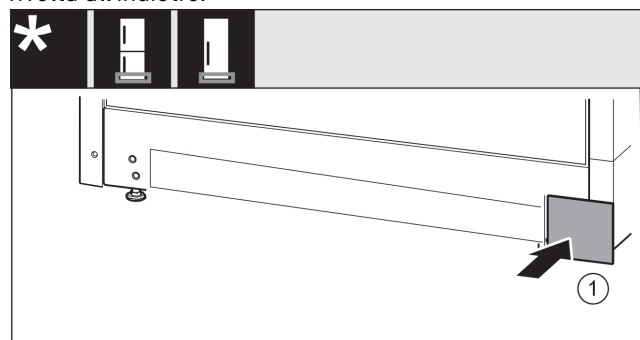

Fig. 19
- ▶ Riapplicare la copertura Fig. 19 (1) sull'altro lato.